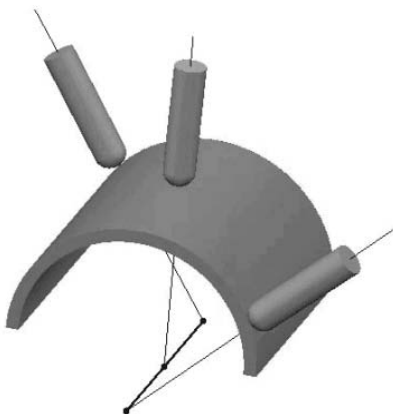

图 2-178 朝向直线
(5) 朝向直线 朝向直线是指刀具刀尖总是指向用户定义的直线，如图 2-178 所示。直线的定义采用一个起始点和直线方向来实现，直线的方向用 I、J、K 来表示，I、J、K 分别表示 X、Y、Z 三个坐标轴平行的单位矢量，其取值范围为 0~1。